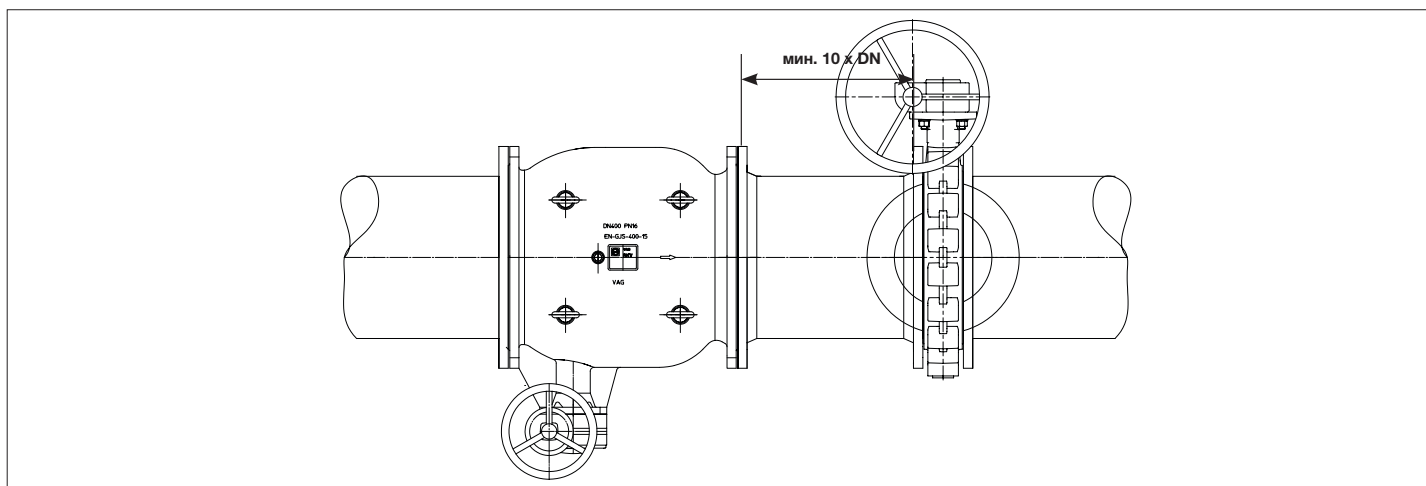

Рис. 8: Установка затвора VAG CEREX® 300 после регулирующего клапана
- При установке поворотного затвора после регулирующего или плунжерного клапана расстояние должно быть не менее $Dу * 10$ (см. Рис.8).